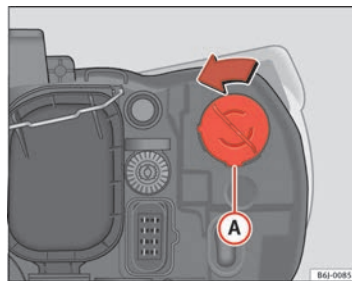

Fig. 136 Luz intermitente
- Gire el portalámparas ⇒ fig. 136 **A** a la izquierda y tirar.